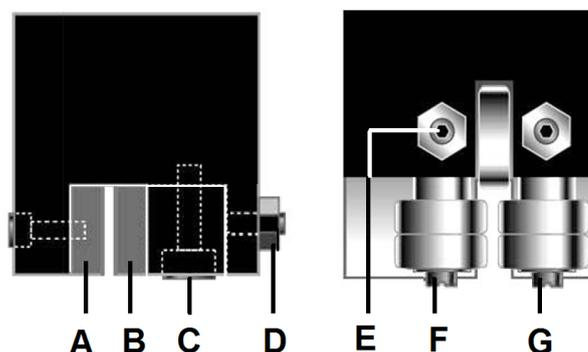

Abb. 8-9: Einstellung der Sägebandleitung
Die Positionen der Blöcke (A, Abb. 8-9) und Lager (G) sind unveränderlich (keine Justierung möglich).